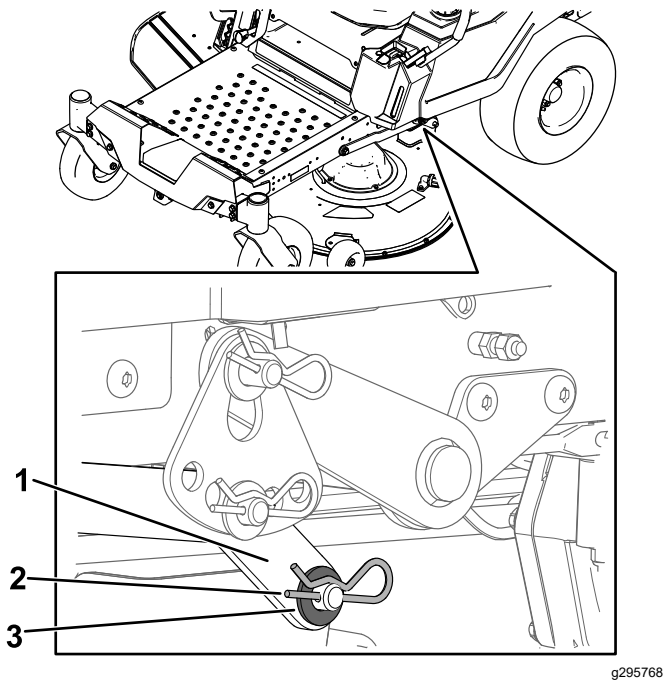

Figure 66
- D'un côté de la machine, retirez la rondelle et la goupille fendue de l'axe du tablier (Figure 66).
- Déposez le bras de levage de l'axe du tablier (Figure 66).
- D'un côté de la machine, soulevez l'arrière du tablier de coupe et installez le bras de levage sur l'axe du tablier (Figure 66).
- Installez le bras de levage avec la rondelle et la goupille fendue (Figure 66).